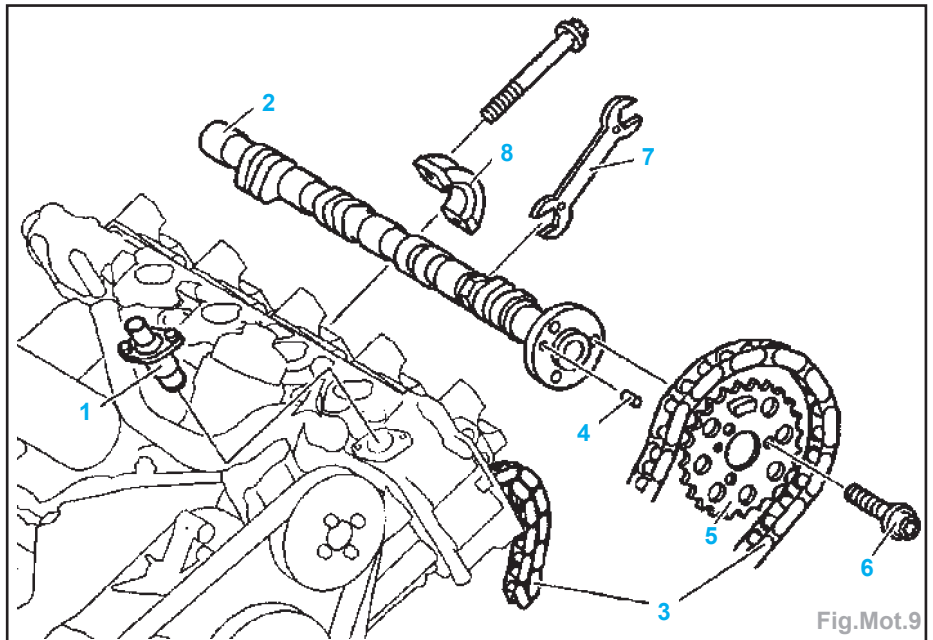
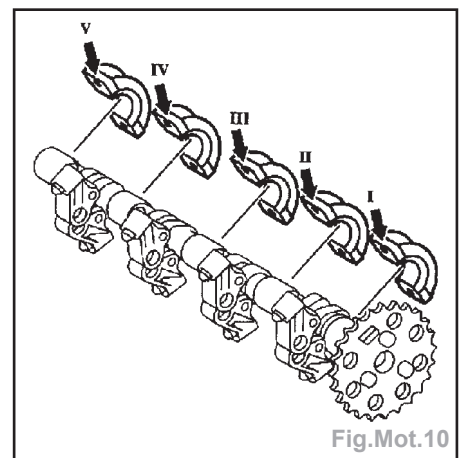

Fig.Mot.9
Fig.Mot.10
- Repérer la position du pignon d'arbre à cames (5) par rapport à la chaîne de distribution (3) (Fig.Mot.9).
- Déposer le tendeur de chaîne (1) (Fig.Mot.9).
- Déposer le pignon d'arbre à cames (5). Pour cela, utiliser une clé plate (7) pour bloquer l'arbre à cames (2) ; puis dégager la chaîne.
- Déposer le pignon d'arbre à cames (5). Pour cela, utiliser une clé plate (7) pour bloquer l'arbre à cames (2).
- Desserrer uniformément les chapeaux de palier (8) de l'arbre à cames et les déposer.
**Important :** Repérer l'emplacement de chaque chapeaux d'arbre à cames. Un numéro est marqué sur chacun d'eux. Le numéro doit se trouver côté admission (Fig.Mot.10).
- Reposer le pignon d'arbre à cames avec la chaîne de distribution posée dessus en tenant compte de la goupille d'ajustage (4) (Fig.Mot.9).